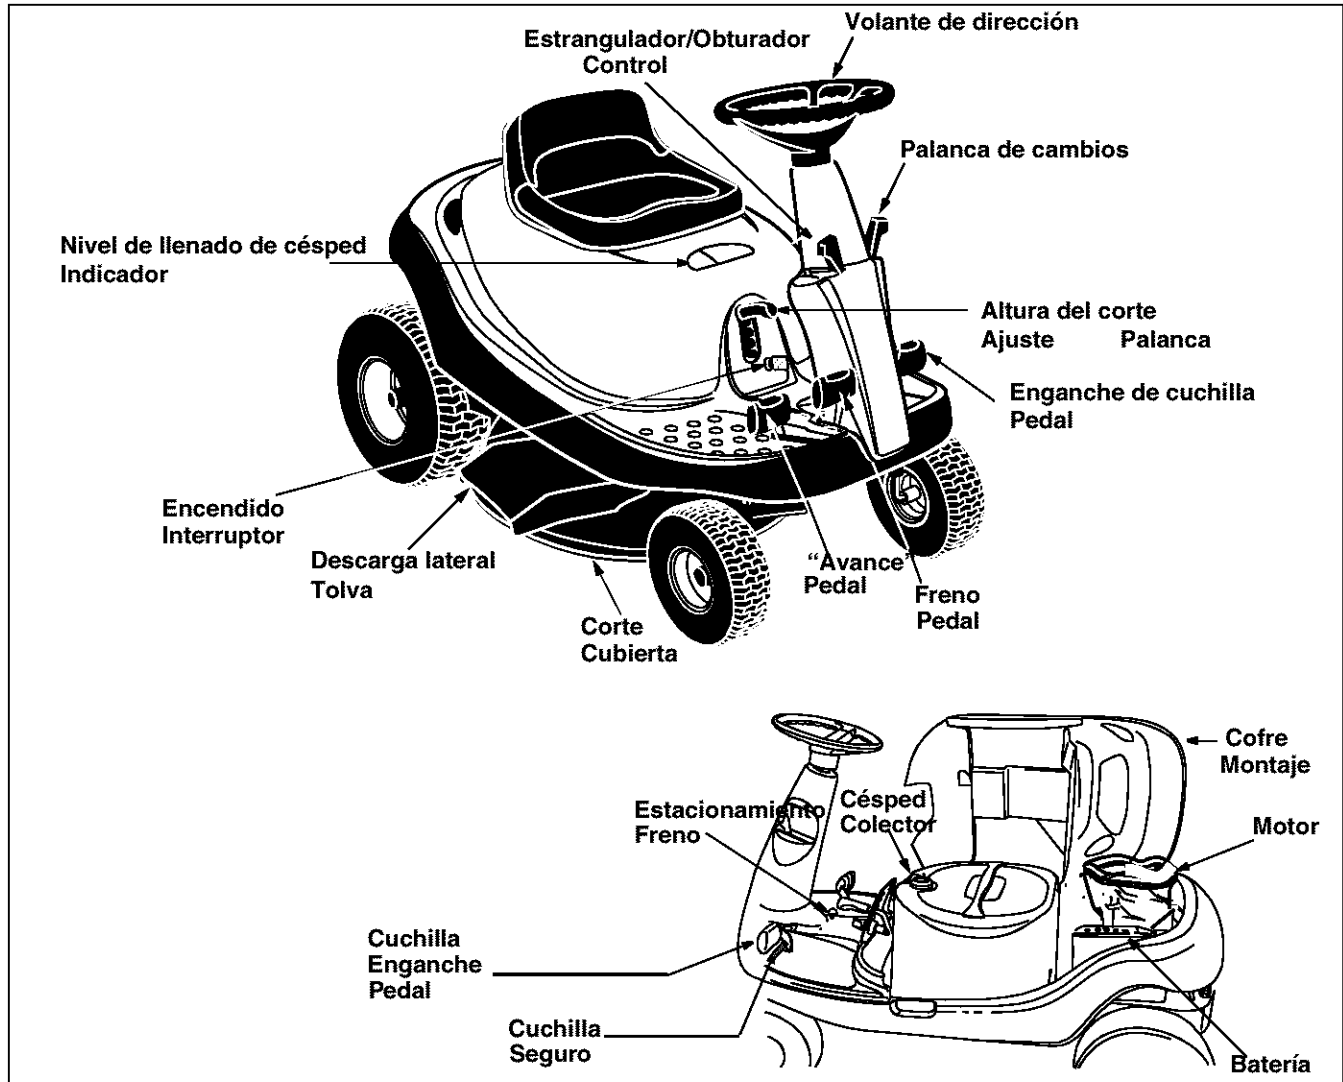

Figura 6
5. Asegúrese que el freno de mano no está colocado. Vea en Figura 6 la ubicación del freno de mano.
Compare las ilustraciones en Figura 6 con su unidad para familiarizarse con la ubicación de los distintos controles y ajustes.